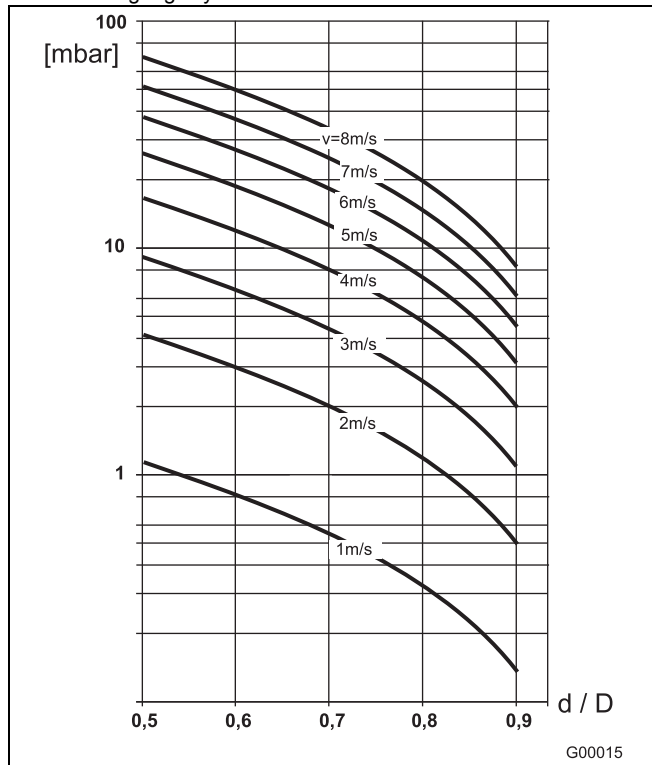

Bild 20
2. Flödes hastigheten finns i genomflödesnomogrammet (Bild 20).
3. Avläs tryckförlusten i Bild 20 på Y-axeln.